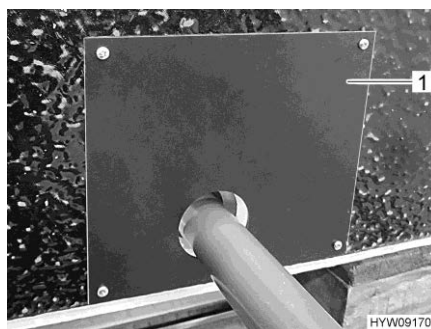

Fig. 159 Copertura (vano del serbatoio delle acque grigie)
- Rimuovere la copertura (Fig. 159,1) del serbatoio delle acque grigie.
- Posizionare la copertura (Fig. 159,1).